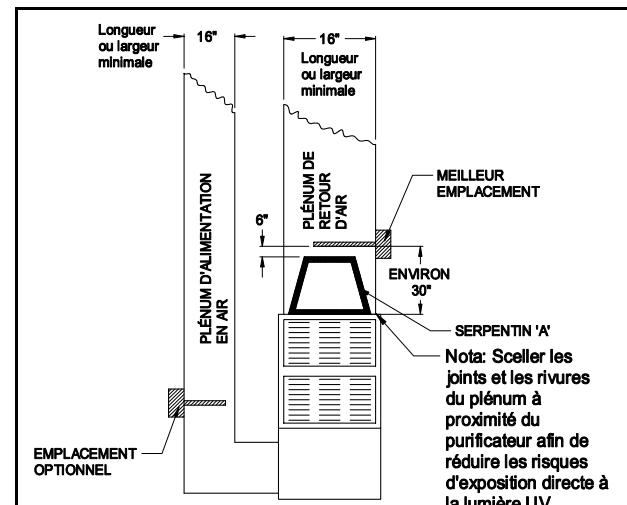

Figure 1
1. Repérer un emplacement approprié en aval du serpentin en A dans le plenum d'alimentation ou de retour, de préférence en aval du filtre à air. Pour assurer un effet de « nettoyage » optimal du serpentin en A, installer le purificateur dans le plenum d'alimentation, le plus près possible du serpentin. (Voir la Figure 1)